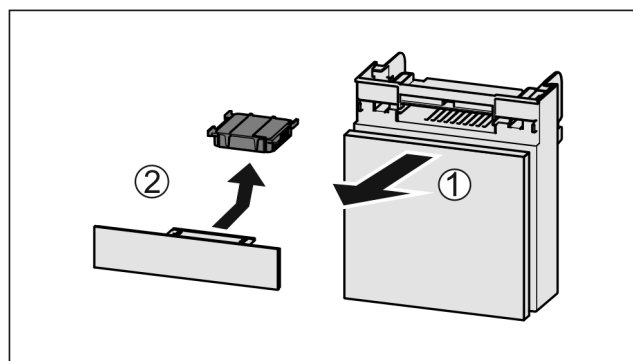

Fig. 131
- Zásuvku vytáhněte dopředu Fig. 131 (1).
- Filtr s aktivním uhlím vyjměte Fig. 131 (2).